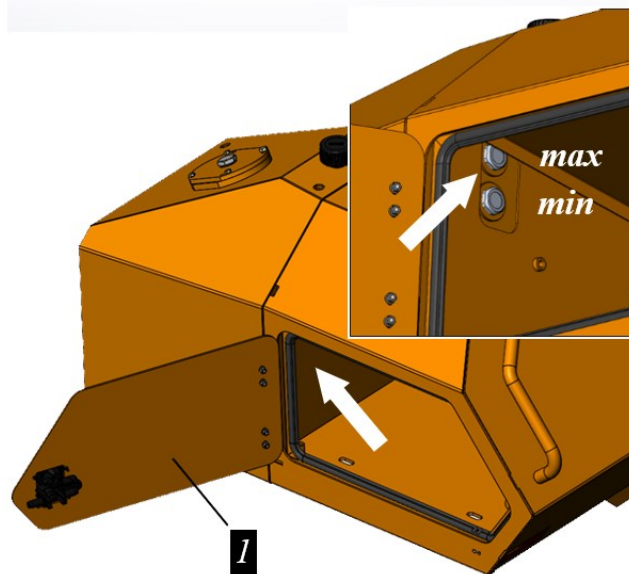

Рисунок 5.69. Проверка уровня масла в гидравлическом баке
- ▶ Открыть дверцу инструментального ящика 1 рис. 5.69.
- ▶ Проверить уровень масла в гидравлическом баке см. рис. 5.69.
Смотровые окна уровня гидравлического масла врезаны в стенку бака. Доступ к ним реализован через инструментальный ящик с левой стороны в задней части машины. Верхнему-нормальному (**max**) значению соответствует уровень гидравлического масла закрывающий на половину верхнее смотровое окно. Минимальному (**min**) соответствует уровень гидравлического масла закрывающий на половину нижнее смотровое окно, рис. 5.69 (проверку производить при полностью втянутых штоках гидроцилиндров).
- ▶ Закрывать дверцу инструментального ящика 1, рис. 5.69.